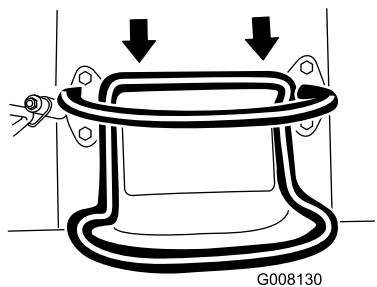

Figura 9
- Per spostarvi in retromarcia, tirate indietro il comando della trazione (Figura 9).